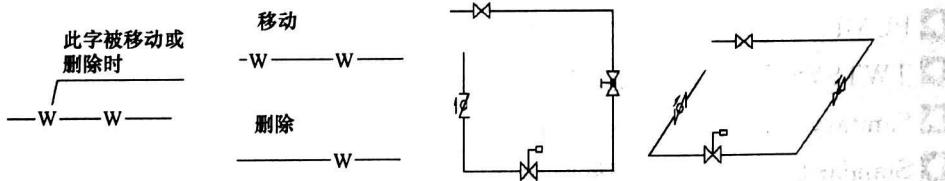

图 1-1-5 移动、删除、缩放附件
(1) 移动、删除、缩放附件后（见图 1-1-5），管线自动断线或合拢，阀门和管道附件与管线文字基本相同。
(2) 生成系统图（阀门）。